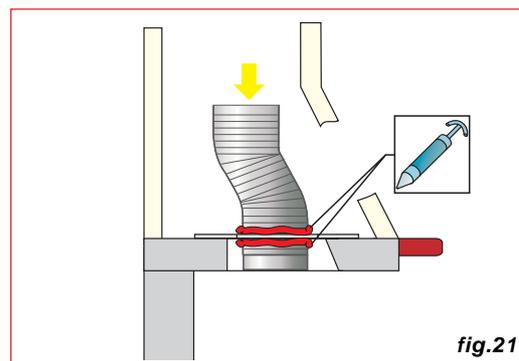

fig.21
**6.4)** Per ottenere una chiusura ermetica applicare del sigillante refrattario di classe A1 sul tubo o sul raccordo a geometria variabile (fig.21). La chiusura ermetica risulta fondamentale per evitare sia l'eventuale ritorno dei fumi all'interno dell'ambiente, che perdite di calore verso l'alto con conseguente raffreddamento della struttura del calorsystem.